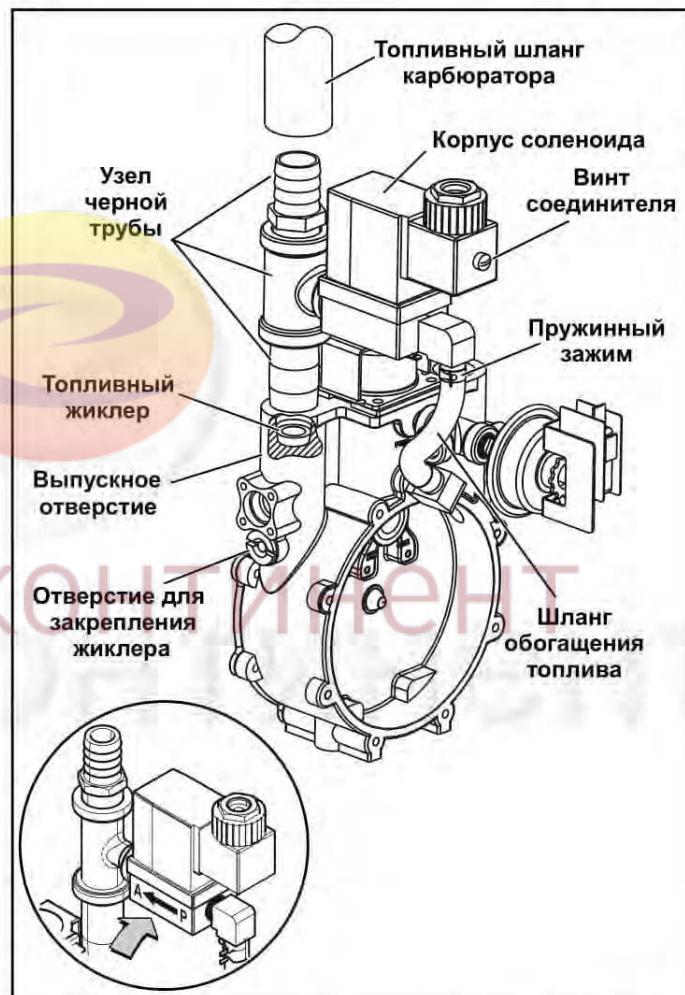

Рис. 2-3. Сборка регулятора подачи
3. Отсоедините топливный шланг карбюратора от выпускного отверстия. См. Рис. 2-3.
**ПРИМЕЧАНИЕ.** Соленоид следует устанавливать, направив его стрелкой обозначения направления потока на узел черной трубы. См. врезку на Рис. 2-3.